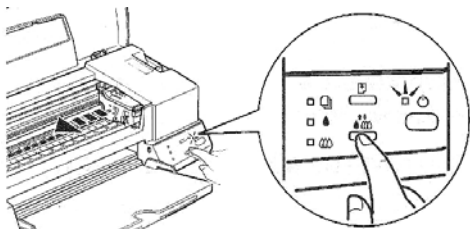

图 2-27 清洗打印头
② 清洗打印头。清洗方法如下：
- 确认电源指示灯^①亮而且指示灯^②和^③不亮。
- 按住清洗键约 3 s（如图 2-27 所示）。打印机开始清洗打印头并且电源指示灯开始闪烁。打印头清洗大约 30 s 完成。